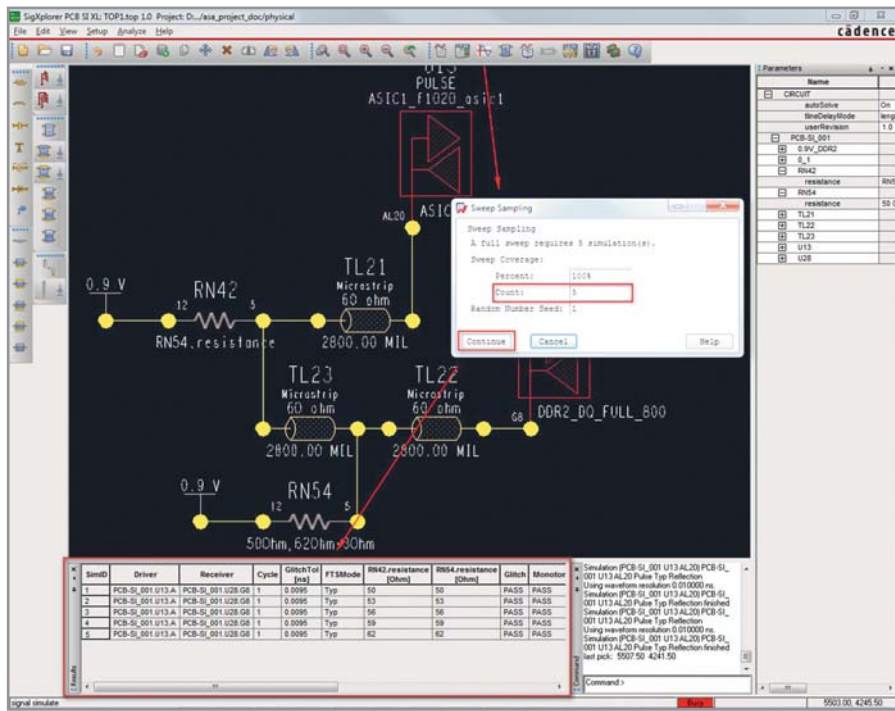

Рис. 8. Результаты анализа на панели Results в окне Signal Explorer
- 4) теперь, как и в прошлый раз, выберем *Analyze* → *Simulate*. При этом появится окно *Sweep Sampling*, где будет предложено ещё раз указать число итераций моделирования, необходимое для выполнения заданной вариации параметров. Нажмем *Continue*, и в нижней части окна *Signal Explorer* на панели *Results* появятся результаты вычислений согласно выбранным значениям сопротивлений нагрузочных резисторов (см. рис. 8).